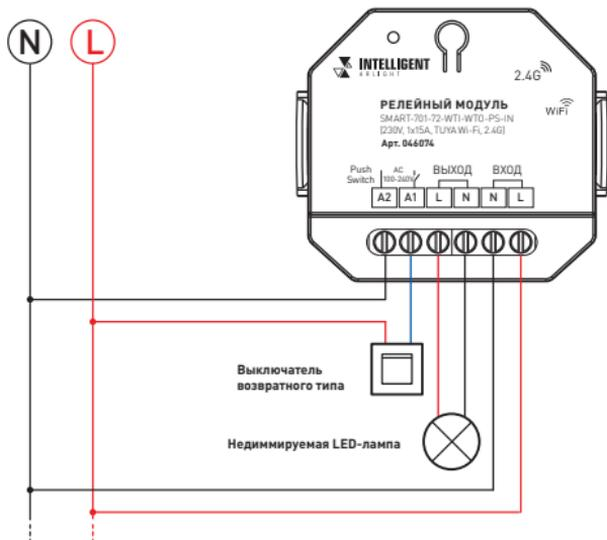

Рис. 1. Схема подключения релейного модуля SMART при помощи выключателя возвратного типа
- 3.3. Подключите источник света к выходу OUTPUT релейного модуля, соблюдая порядок подключения проводов (рис. 1).